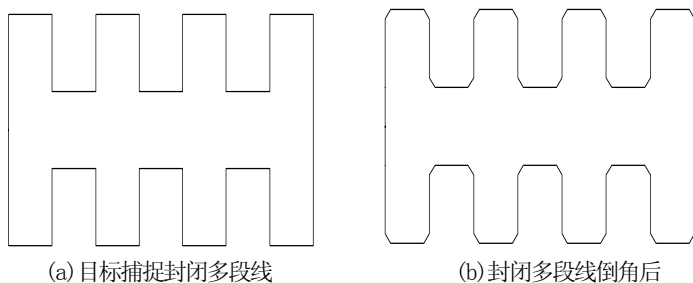

图 5-21 对封闭的多段线倒角
**多段线(P)：**对整个多段线进行倒角。键入 P，执行该选项后，系统将对多段线每个顶点处的相交直线段作倒角处理。对封闭的多段线倒角，如图 5-21 所示。